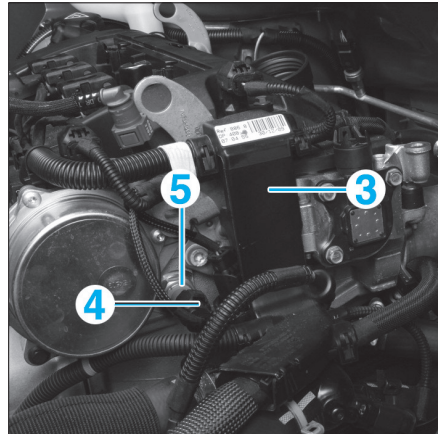

FIG. 33
- Ecarter la gaine du faisceau (3) vers le haut (Fig.33).
- Débrancher le connecteur (4) du capteur de pression d'huile (5).
- Déposer le capteur de pression d'huile (5) à l'aide d'une douille longue de 22 mm.